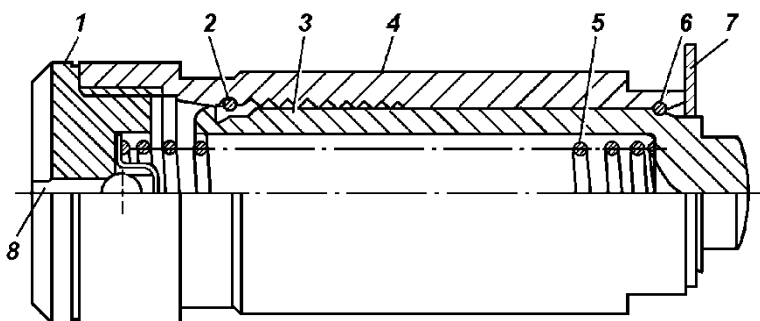

Рис.23. Гидронатяжитель с транспортным стопором:
**Гидронатяжитель** (рис.23) – представляет собой плунжерную пару с подобраным зазором, состоит из корпуса 4, плунжера 3, шарикового клапана 1, пружины 5, стопорного 6 и запорного 3 колец.